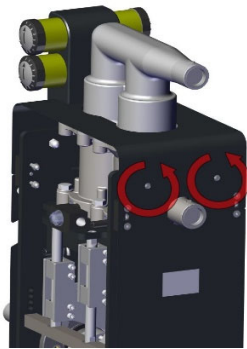

Fig. 4-4: Avant
1. Sur la face avant de la Pompe à pistons (Fig. 4-4 : Face avant), desserrer de 5 tours les deux vis à six pans creux M6x50 avec une clé Allen de 4 mm (↻).